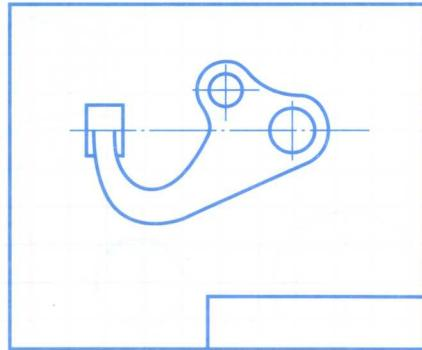
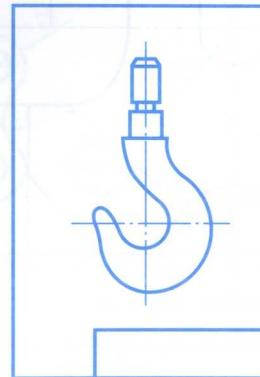

图 1
图 2
按给定尺寸，用 1:1 的比例在 A4 幅面上绘制图 1 和图 2 所示的图形，并标注尺寸。
1. 用 A4 幅面图纸一张，横版（图 1）和竖版（图 2），画图框和标题栏。